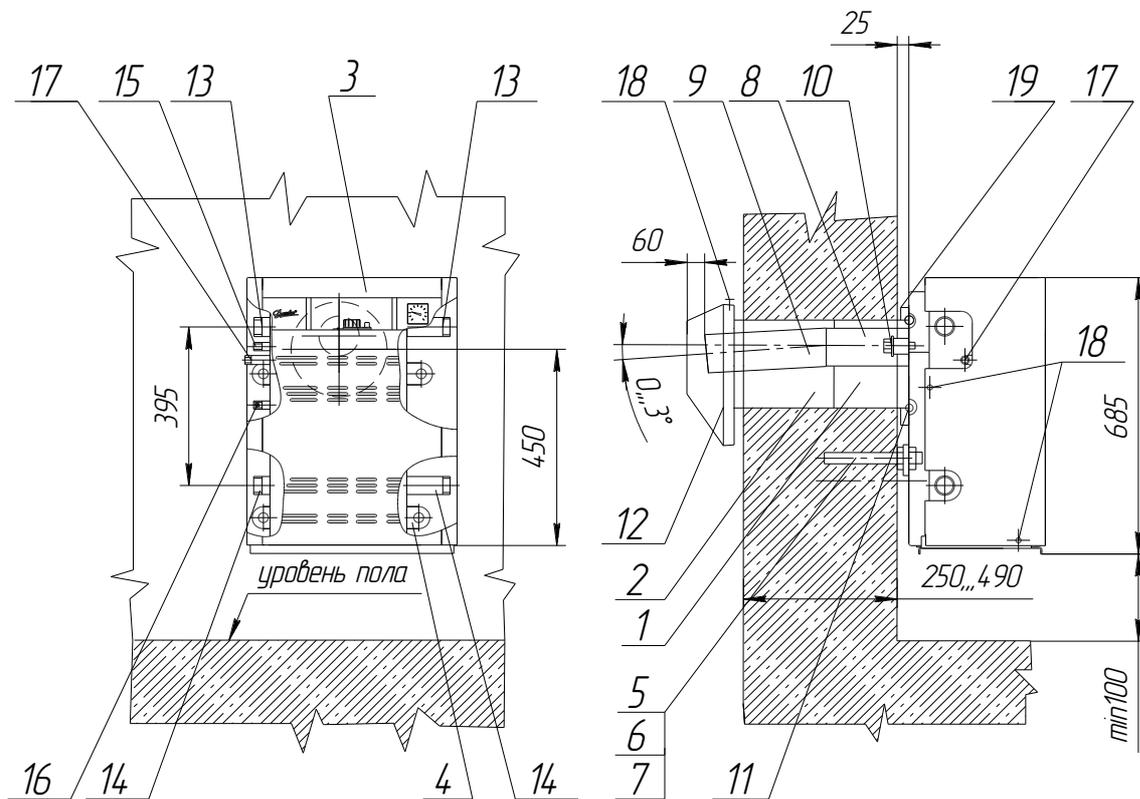

Рисунок 4.
Рисунок 4а. Изменение подключения котла.
Снять декоративный кожух, выкрутив винты-18 (Рис. 4) крепления кожуха с теплообменником. После всех подсоединений котла кожух установить в обратной последовательности.
При необходимости подключения газа к котлу с другой стороны необходимо высверлить заклепки - 1 (Рис. 4а), повернуть переднюю стенку - 2 на 180° и скрепить с боковыми стенками. Вынуть термобаллон - 3 газового клапана из гильзы, открутить трубки - 4 и 5 и термопару - 6, отсоединить колено поз. 7. Открутив винты - 8 снять клапан, повернуть его на другую сторону и прикрутить. Собрать все в обратной последовательности.
6.3.1. Во внешней стене дома пробить горизонтальный круглый канал диаметром не меньше 240мм (для котлов 7 и 10 кВт) и 270мм (для котлов 12,5 и 15,5 кВт), положение которого должно отвечать положению внешнего кольца котла-20 (Рис. 4), для подсоединения патрубка воздухопровода, при этом расстояние от пола к котлу должно быть не меньше 100мм. С целью обеспечения возможности обслуживания газохода в процессе эксплуатации котла, рекомендуется расположить канал под окном или в непосредственной близости от него. При этом необходимо учесть, что для обеспечения установки и снятия котла, а также для снятия и установки газогорелочного устройства вокруг котла должно быть свободное место (не должно быть никаких строительных элементов или стационарно установленного оборудования): от стены сбоку подсоединительных патрубков на расстоянии не менее 300мм, а перед котлом на расстоянии не менее 1000 мм.
При помощи телескопической трубы 9 (Рис. 4) отрегулировать зазор с защитой дымохода 12 таким образом, чтобы пламя на основной и запальной горелке горело ровно без отрыва от горелок.